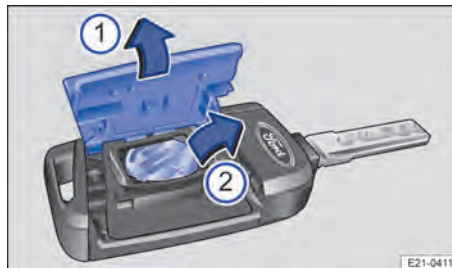
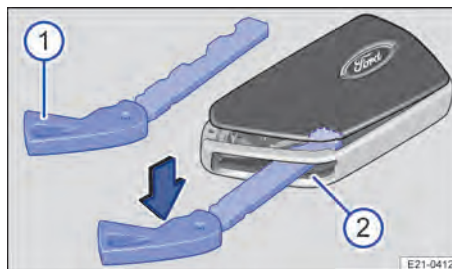

Abb. 52 Fahrzeugschlüssel: Knopfzelle wechseln.
Abb. 53 Fahrzeugschlüssel: Batteriefachabdeckung öffnen.
Der Knopfzellenwechsel im Fahrzeugschlüssel kann ausstattungsabhängig über zwei Varianten erfolgen → Abb. 52 und → Abb. 53.
2. Abdeckung nach oben öffnen → Abb. 52 ①.
3. Knopfzelle aus dem Batteriefach nehmen ②.
4. Neue Knopfzelle gleicher Spezifikation in das Batteriefach drücken → ①.
2. Notschlüssel in den Schlitz stecken → Abb. 53 ②, in Pfeilrichtung drücken und die Abdeckung aushebeln.